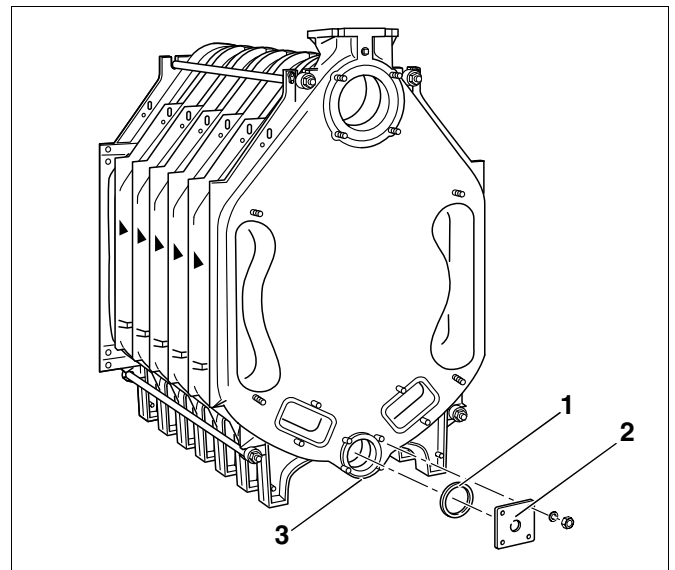

Рис. 26 Установка фланца
- Закрывать спереди и сзади нижнюю ступицу котла (рис. 26, поз. 3). Для этого нужно уложить соответствующее уплотнение (рис. 26, поз. 1) на ступицу котла и установить глухой фланец со стороной 110 мм. Фланец с резьбовым отверстием диаметром (R ¾) для наполнения и слива (рис. 26, поз. 2) устанавливается на задней стороне котла.